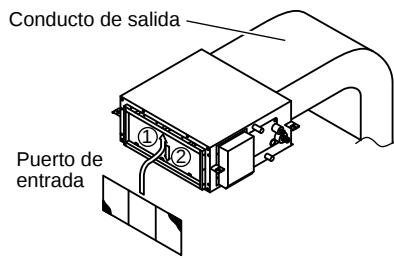

Fig. 3-67
- (1) Instalación estándar: Instalar el filtro en la toma de entrada. (Fig. 3-67)